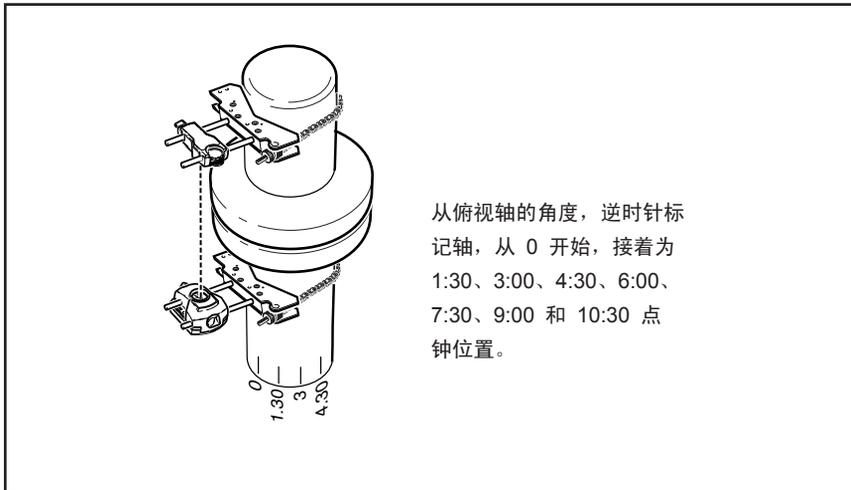

图 9-2. 轴标号
3. 在轴上从选择的起点开始，使用得出的距离作出另外 7 个间距均匀的标记。从棱镜到传感器的角度，逆时针标记测量点，从 0 开始，接着为 1:30、3:00、4:30、6:00、7:30、9:00 和 10:30。（参照图 9-2）